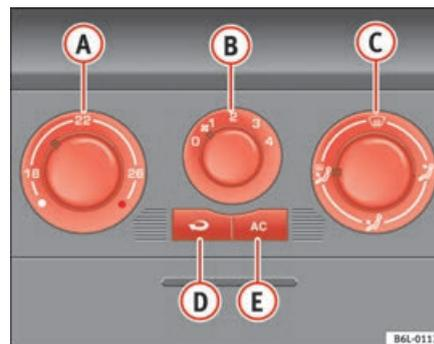

Fig. 94 Comandos do Ar Condicionado no painel de instrumentos
- Com os reguladores ⇒ fig. 94 A e C e com o interruptor B é ajustada a temperatura, a distribuição do ar e a velocidade do ventilador.
- Fechar os difusores ③.
- Abrir e orientar os difusores ④ em direcção às janelas.